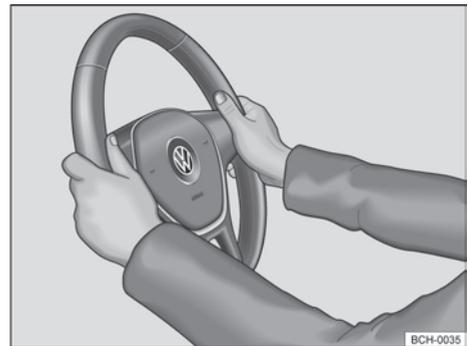

Fig. 62 En el volante: posición 9 y 3 horas.
- Ajustar la posición del volante de forma que pueda sostenerlo lateralmente por el borde exterior *en las posiciones equivalentes a las 9h y a las 3h* → fig. 62 con ambas manos y los brazos ligeramente doblados.
- Empuje la palanca ① siempre por su mango con firmeza hacia arriba después del ajuste, para bloquear la posición del volante.
- Durante la marcha, siempre sujetar el volante con ambas manos lateralmente en el borde exterior en la posición equivalente a las 9h y a las 3h → fig. 62, para reducir las lesiones provocadas por un disparo del airbag frontal del conductor.